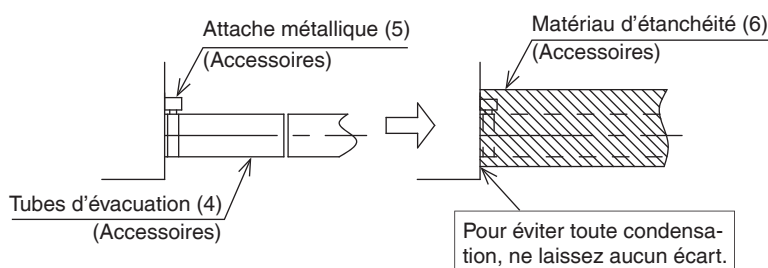

Fig. 6
- Veillez à utiliser le tube d'évacuation (4) et l'attache métallique (5) fournis.
En outre, insérez le tube d'évacuation (4) bien à fond dans la prise d'évacuation, et serrez l'attache métallique (5) à sa place à la base de la prise d'évacuation. **(Reportez-vous aux Fig. 6 et 8.)**
- Fixez le matériau d'étanchéité (6) fourni sur l'attache métallique (5) dans le sens de la flèche en commençant à la base du tube d'évacuation (4) pour fixer l'isolant. **(Reportez-vous aux Fig. 6 et 8.)**